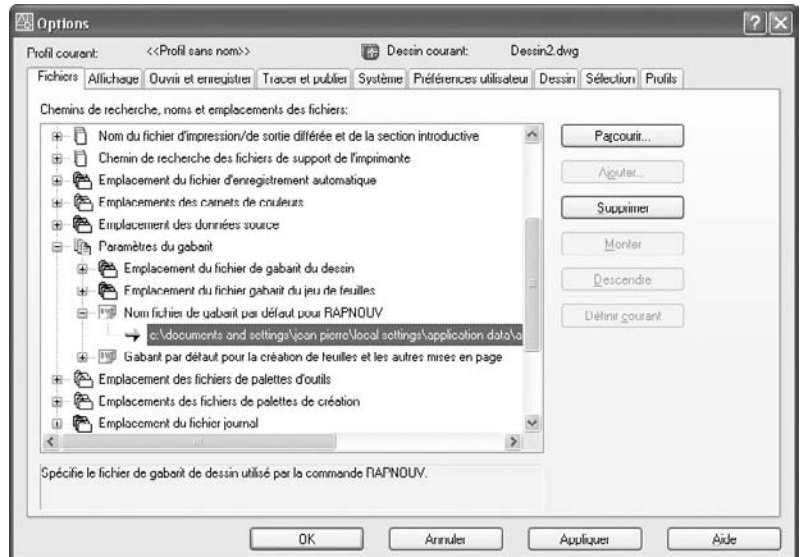

Fig.1.47
- 5 Cliquez sur **Parcourir** (Browse) et spécifier un chemin d'accès et un fichier gabarit de dessin. Par exemple, acadiso.dwt (fig.1.47).